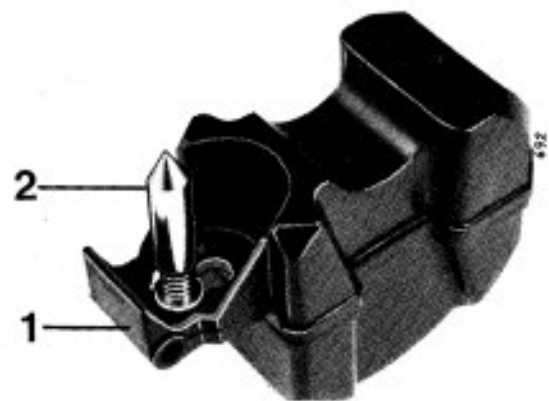

Bild 23
Bei Verwendung eines Hohlschwimmers – Hebelarm (1) aus Kunststoff – auf richtige Einbaulage der Schwimmernadel (2) achten, Bild 23. Das Niveau ist hier nicht einstellbar. Es ergibt sich durch die Verwendung eines einwandfreien Schwimmers und Schwimmernadelventils.